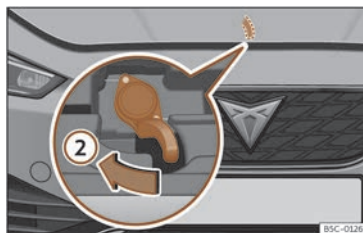

Fig. 214 Panca baixo o capó.
- Para levantar o capó faga presión cara a esquerda coa palma da man cara abaixo na panca situada debaixo do capó, no centro >>> fig. 214 ②. Os ganchos de suxeición quedan desbloqueados.